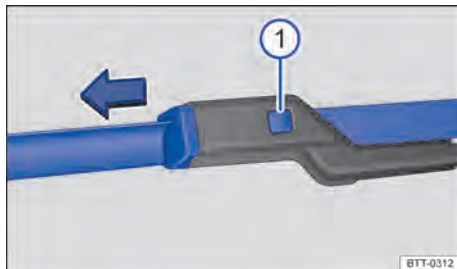

Fig. 145 Substituir as palhetas dos limpadores do para-brisa.
Verificar regularmente a condição das palhetas dos limpadores dos vidros. Substituir as **palhetas dos limpadores dos vidros** quando estas apresentarem perda de desempenho ou, limpá-las se estiverem sujas → Fig. 145.
– Com uma esponja úmida, limpar cuidadosamente as palhetas dos limpadores do para-brisa → Fig. 145.
– Manter o botão de destravamento → Fig. 145 ¹ pressionado e, ao mesmo tempo, retirar a palheta do limpador do para-brisa no sentido da seta.